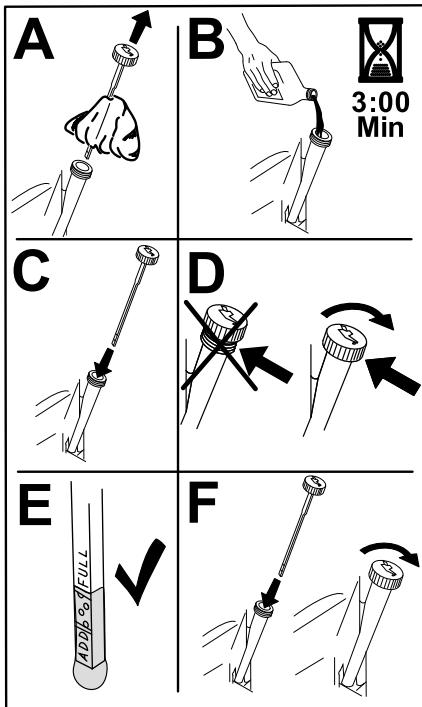

Figura 46
- Vierta lentamente un 80% aproximadamente del aceite especificado por el tubo de llenado, luego añada lentamente el resto del aceite hasta que llegue a la marca Lleno (Figura 46).